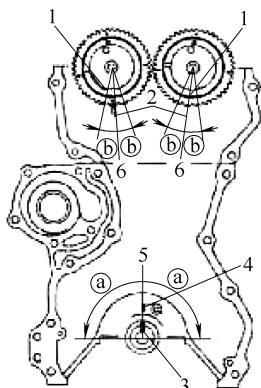

图 6-37 凸轮轴与
- 拆卸正时链条后，切勿以高于图6-37所示的角度(图6-37中①、②)转动曲轴和凸轮轴。